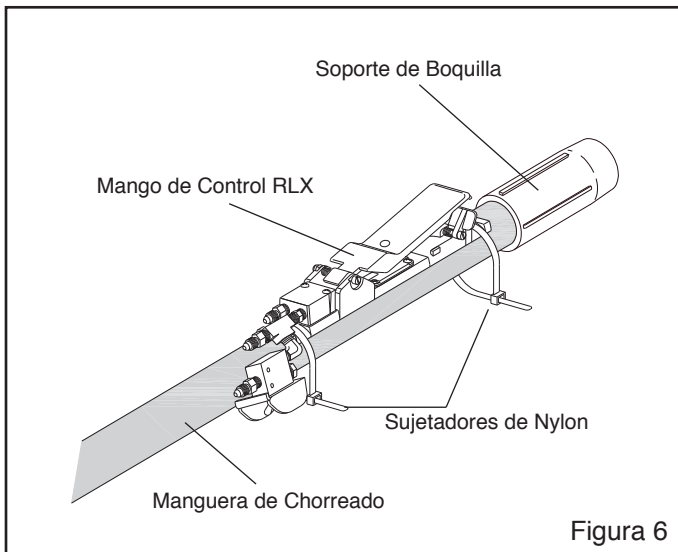

Figura 6
2.2 Manguera de Chorreado y Conexión de manguera de control. Ver Figura 6 La mayoría de los accesorios vienen instalados de fábrica. Las siguientes instrucciones son para aquellos sistemas ordenados sin accesorios y para instalar mangueras de reemplazo.
2.2.2 Sujete el mango de control a la manguera de chorreado cerca del soporte de la boquilla como se muestra en la Figura 6. Use los dos sujetadores de nylon suministrados o algo similar para asegurar el mango de control a la manguera. Una vez que el control esté firmemente sujetado, corte el sobrante de los sujetadores para que no molesten ni interfieran con la operación del mango de control.